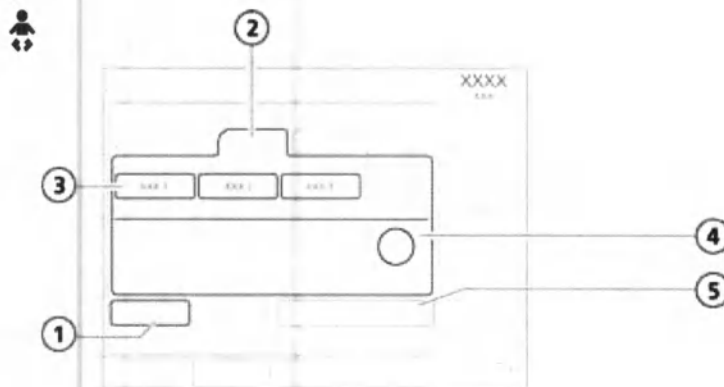

Рисунок 5-3. Окно «Настройка данных пациента»/«Режим Ожидания» («Младенец»)
- «Младенец». Группа, к которой относятся младенцы (рис. 5-3). В таблице 5-1 приведены диапазоны возраста и веса.